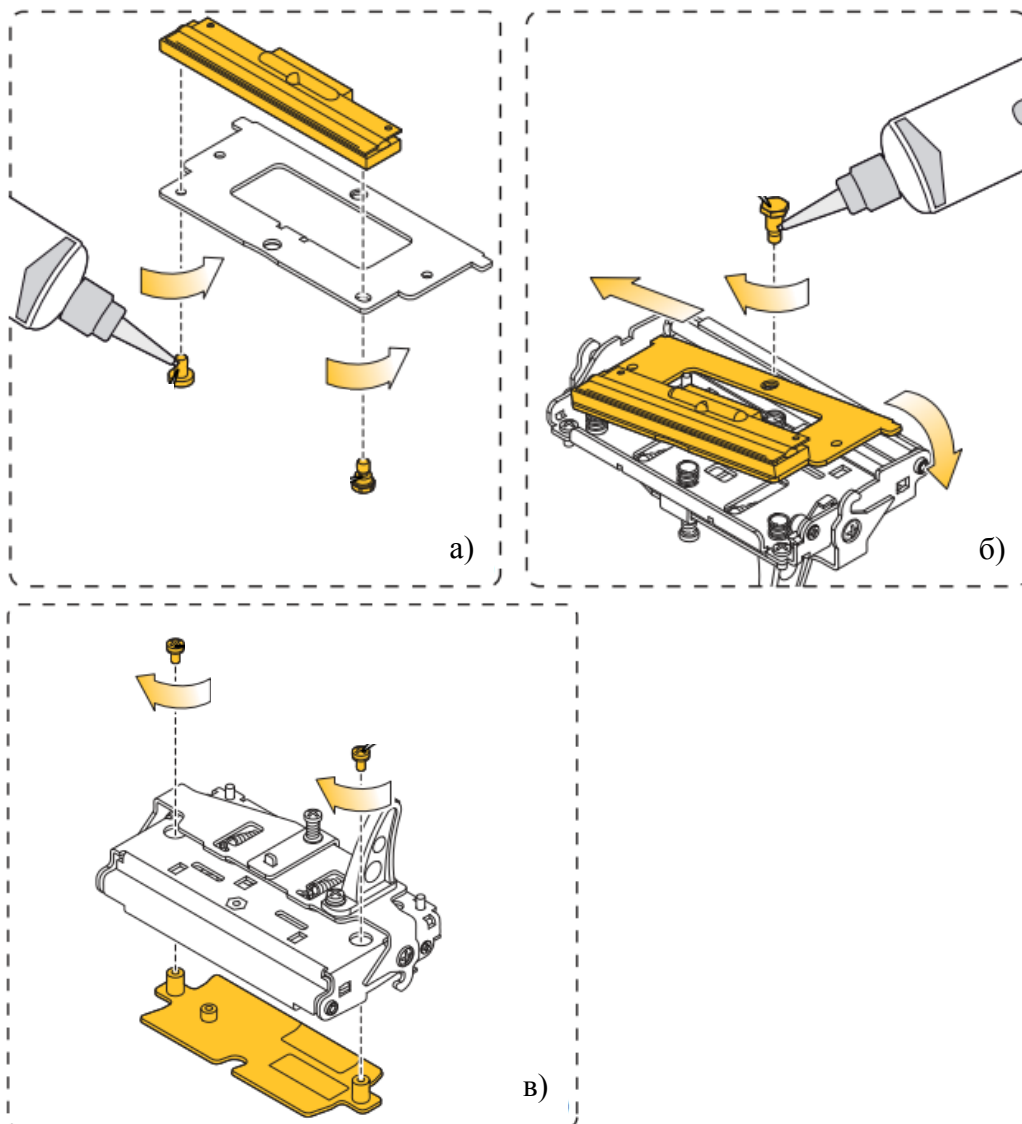

Рисунок 5.11 - Сборка механизма термопечати
- завинтить два винта, крепящие головку термопечати к шасси термопечати (Рисунок 5.11 а));
- на винты необходимо нанести небольшое количество уплотнителя Loctite 243 или аналогичного и зафиксировать винты (усилие крутящего момента 80 сН х м), как показано на рисунках (Рисунок 5.11а), Рисунок 5.11б));
- завинтить два винта, крепящие верхнюю направляющую ленты к шасси головки термопечати (Рисунок 5.11 в)).